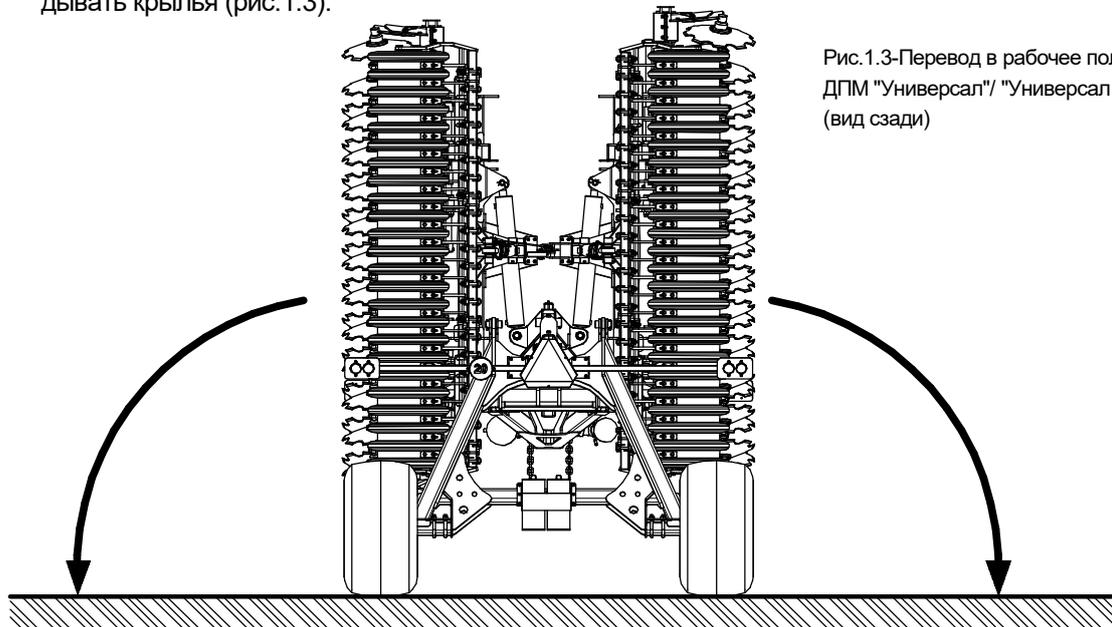

Рис.1.3-Перевод в рабочее положение.
- 4.** С помощью рычагов управления гидравлики сделайте движения крыльев на раскладывание, чтобы отвести ось фиксатора от крючка фиксатора, после чего для защиты конструкции катков сведите катки обратно (штоки гидроцилиндров прикатывающих катков втянуты), а затем продолжите раскладывать крылья (рис.1.3).